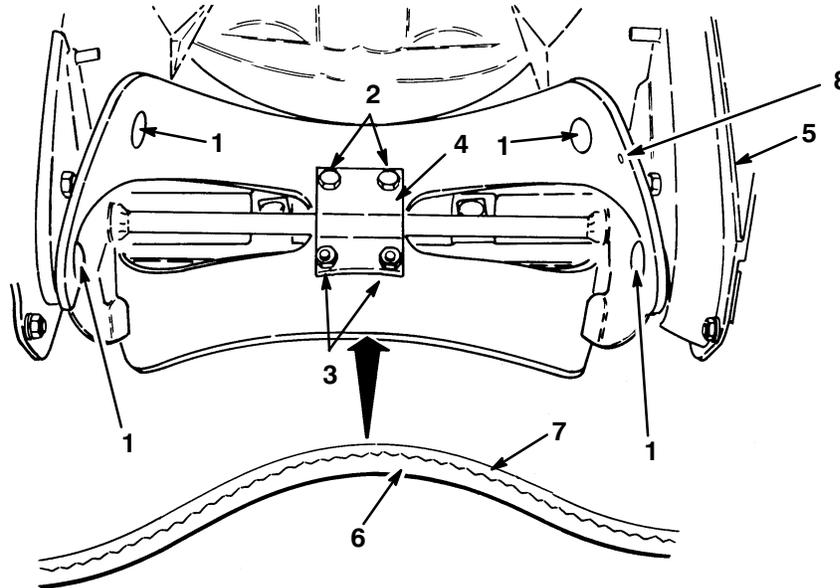

Abbildung 17
2. Das Blatt aus den Blattträgern herauschieben (Abb. 17).
1. Die Kante eines neuen Rotorblatts untersuchen, um den Unterschied der Schichtstärken zu sehen (Abb. 17). (Einige Rotorblätter haben eine Teilenummer an der dicken Seite).
Die Rotorblätter mit der dicken Schicht an der **Innenseite** der Biegung installieren (Abb. 17). Wenn die Blätter nicht richtig installiert werden, können sie das Gleichgewicht der Schneefräse beeinträchtigen und bewirken, daß die Maschine hüpfet oder springt.
4. Die Schraubenköpfe an der Seite des Blatts mit der dicken Schicht positionieren (Abb. 17).
5. Das Blatt biegen und mit den restlichen vier Torx-Schrauben und Sicherungsmuttern befestigen. Dabei die Schraubenköpfe an der Seite des Blatts mit der dicken Schicht positionieren (Abb. 17).